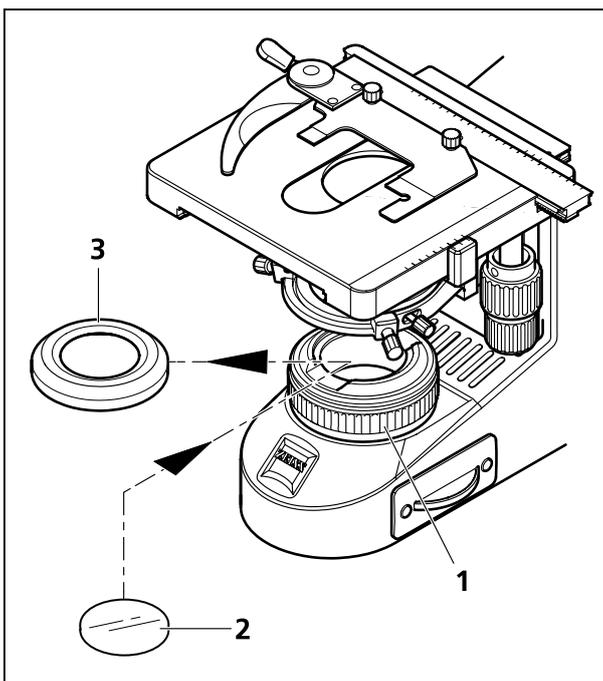

Fig. 12 Insertion d'un filtre coloré
- Dévissez l'anneau de fermeture (Fig. 12/3) qui recouvre le diaphragme de champ lumineux (Fig. 12/1).
- Déposez le filtre de votre choix – jaune, vert ou bleu – (Fig. 12/2) sur la surface d'appui du diaphragme de champ lumineux, puis revissez l'anneau de fermeture.